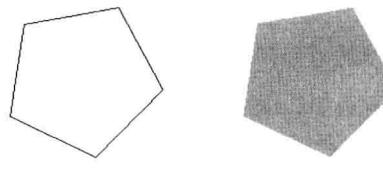

图 6-4-3
- (3) 选择菜单命令“视图 / 视觉样式 / 概念”，会看到平面着色显示模式下，面域是一个有色彩的平面实体，而封闭的图形只有边线，如图 6-4-3 所示。